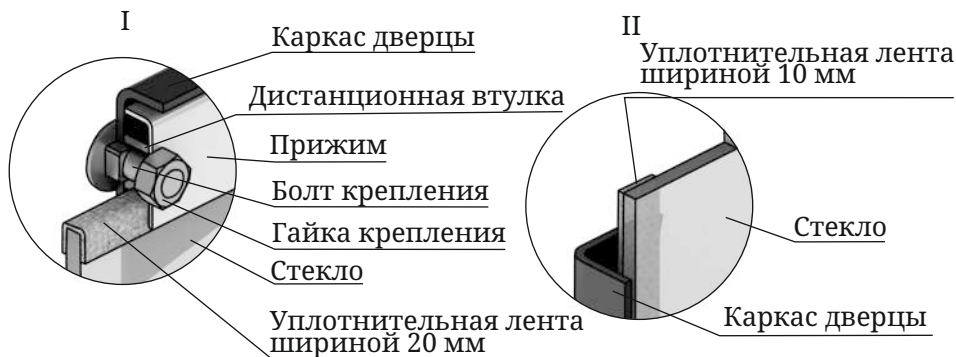

Рисунок 11. Крепление светопрозрачного экрана дверцы модификации «Витра»
1. Отверните две гайки, фиксирующие прижим (рисунок 11.І), демонтируйте его и дистанционные втулки.
3. Возьмите новое стекло. Если на нем нет уплотнительных лент, наклейте их, лента шириной 20 мм наклеивается сверху и снизу стекла «ІІ» — образно (рисунок 11.І), лента шириной 10 мм наклеивается вертикально, вдоль боковых сторон стекла (рисунок 11.ІІ).
4. Вставьте стекло в упор, при этом лента, наклеенная с боковых сторон (вертикальная) должна быть зажата между стеклом и каркасом дверцы (рисунок 11.ІІ).
Внимание! Гайки, фиксирующие прижим накручиваются на болты крепления через дистанционные втулки (рисунок 11.І).